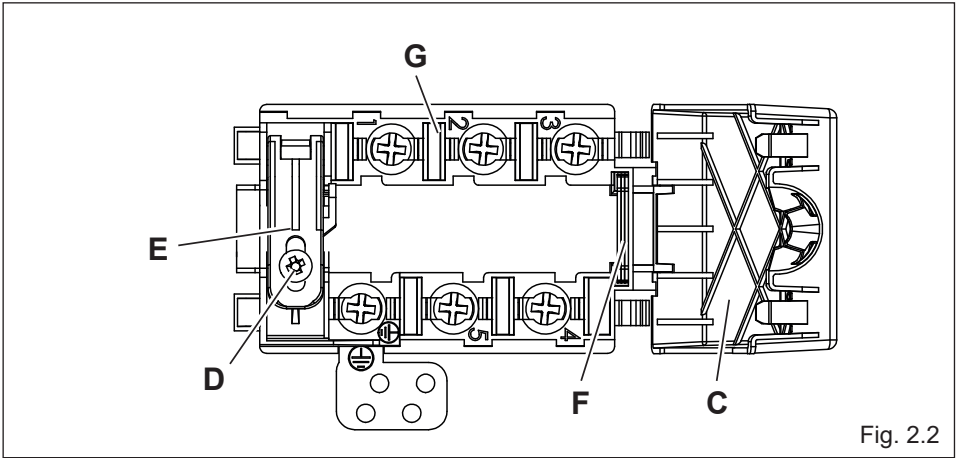
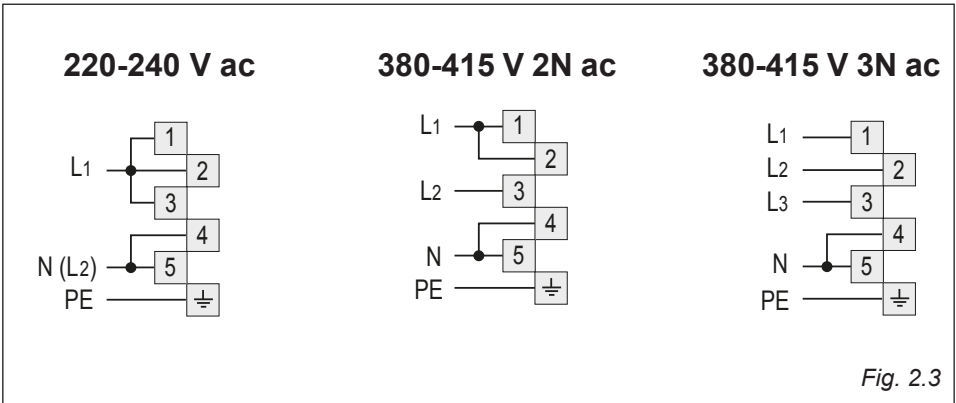

Fig. 2.2
Fig. 2.3
- Dévisser la vis "D" et ouvrir complètement le serre-câble "E" (fig. 2.2).
- Placer les bornes "F" sur la boîte à bornes "G" (figs. 2.2) suivant les schémas sur la fig. 2.3.